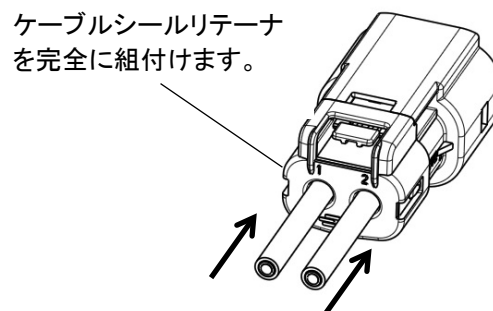

Fig.21
- 5.13. Fig.21 に示されるようにケーブルシールリテーナをメスコネクタのアウトターハウジング後部上にブリッジ機構が正しくコネクタのラッチ機構と同調しているか確認し、完全に取り付けます。